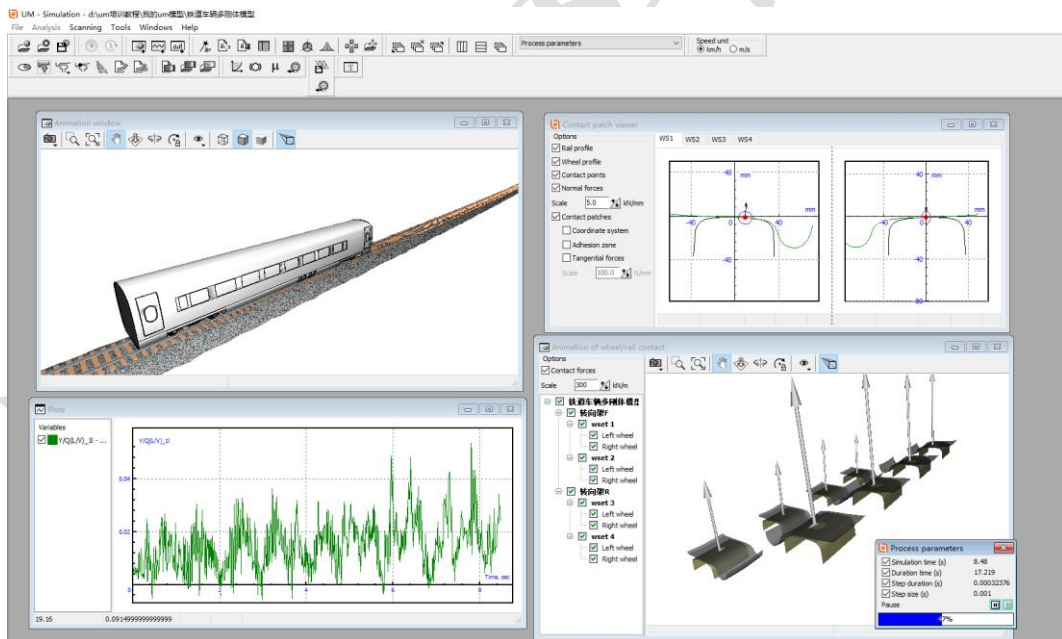

图 3-51
- 19) 仿真过程如图 3-51，如果将动画窗口最小化，计算会非常快。